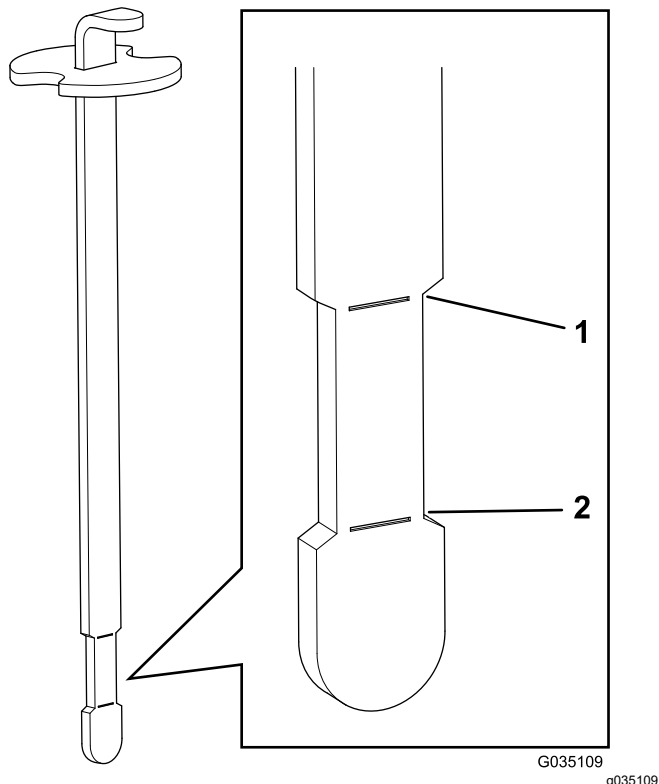

**Рисунок 17**
2. Очистите область вокруг крышки гидравлического бака, чтобы исключить попадание мусора в бак (Рисунок 17).